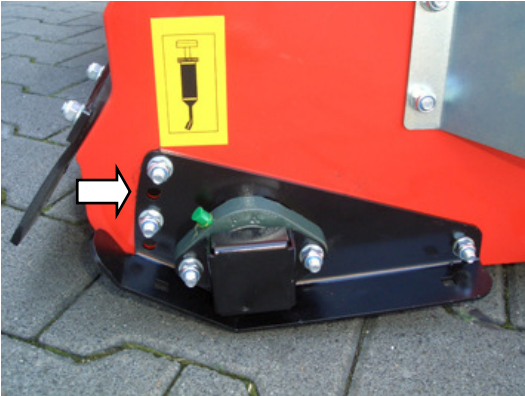

Abbildung 5: Höhenverstellung Stützwalze
- **Nur bei Tasträdern:** Nehmen Sie die gewünschte Einstellung über die Lochsegmente der Trägerwelle vor (siehe Abbildung 5).